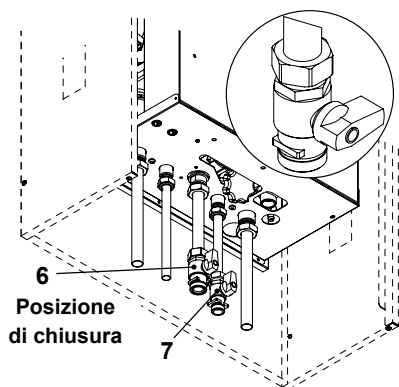

Figura 6.2
- Richiudere il rubinetto gas 6 in Figura 6.2.
- Aprire il rubinetto entrata acqua sanitaria 7 in Figura 6.2.